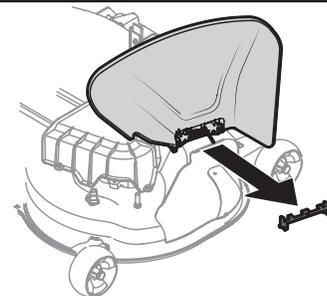

Figure 4
1. Un support peut avoir été placé pour retenir le déflecteur d'éjection en position verticale pendant l'expédition. Si c'est le cas, retirez le support avant d'utiliser l'appareil. Relevez le déflecteur d'éjection et maintenez-le dans cette position pour enlever le support. Abaissez le déflecteur d'éjection et jetez le support. Voir Figure 4.